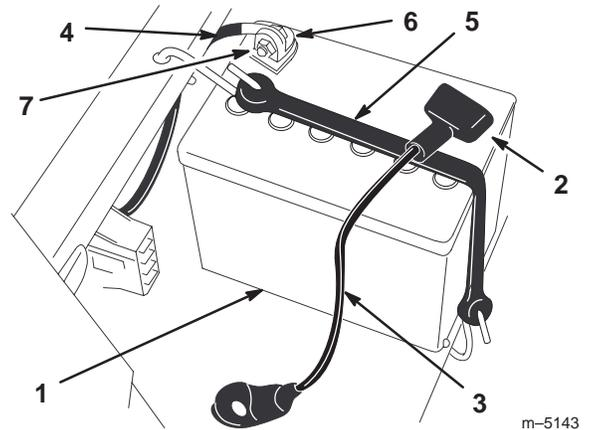

Figure 24
3. Débranchez le câble négatif (noir) de mise à la masse de la borne de la batterie (Fig. 24).
4. Repoussez le capuchon en caoutchouc sur le câble positif (rouge). Débranchez le câble positif (rouge) de la borne de la batterie (Fig. 24).
5. Enlevez la sangle de maintien de la batterie (Fig. 24) et ôtez la batterie de son support.
1. Placez la batterie sur son support, les bornes à l'opposé du panneau de commande (Fig. 24).
4. Fixez les câbles à l'aide de 2 boulons (1/4 x 3/4"), rondelles (1/4") et contre-écrous (1/4") (Fig. 24).
6. Fixez la batterie en place à l'aide de la sangle de maintien (Fig. 24).